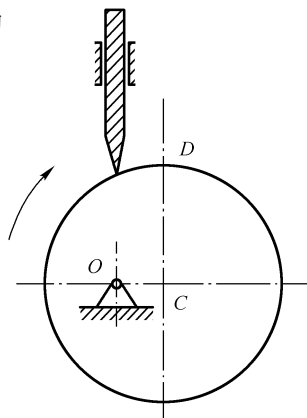

图 26
11. 标出如图 26 所示凸轮机构的行程 h , 凸轮机构在 D 点处的转角 δ , 画出凸轮的基圆 r_b 。